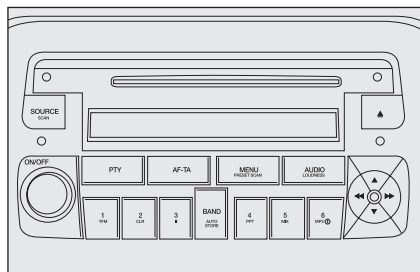

fig. 3
- ☐ avec autoradio demandé **fig. 3** ;